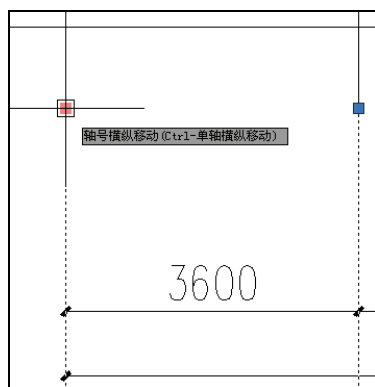

图 2-88 激活夹点
6) 调整引线位置。将鼠标指针置于轴号标注引线的端点上, 此时夹点变成红色, 结果如图 2-88 所示。